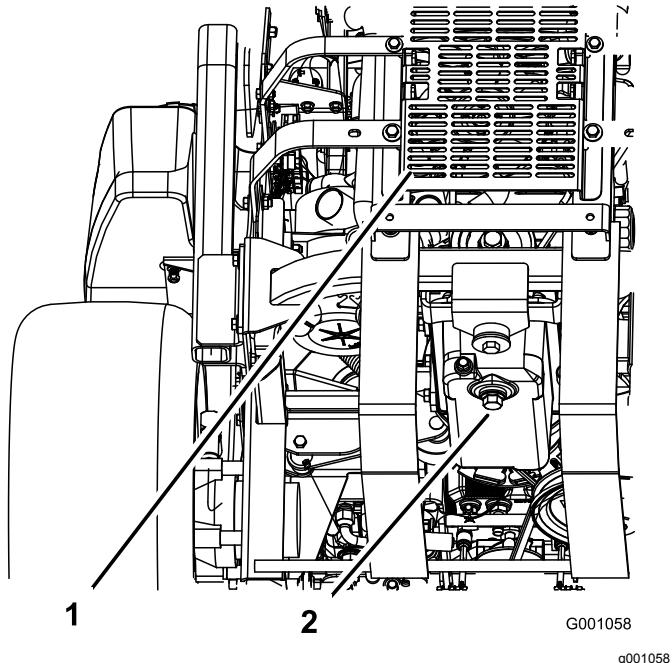

Figure 50
- Placez un bac de vidange sous l'orifice de vidange. Retirez le bouchon de vidange et laissez s'écouler toute l'huile (Figure 50).